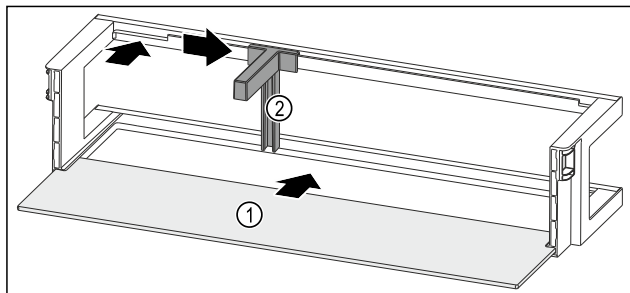

Fig. 255 Türabsteller mit Abstellfläche
- Abstellfläche Fig. 255 (1) in die seitlichen Aussparungen einschieben.
- Flaschenhalter Fig. 255 (2) in die Aussparung einsetzen.
- Flaschenhalter Fig. 255 (2) in gewünschte Position zur Seite schieben.